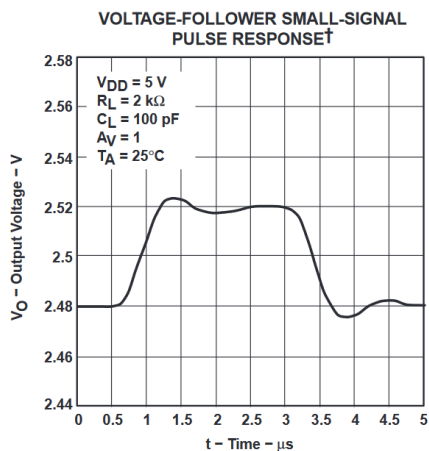

図 5-23.
- 負荷が参照される場所。負荷がいずれかのレールを基準としている場合、この条件は発生しません。歪みは、出力信号が負荷を基準としているポイントを通してスイングする場合にのみ発生します。図 5-23 に、2 つの $2\text{k}\Omega$ 負荷条件を示します。最初の負荷条件では、 $2\text{k}\Omega$ 負荷を 2.5V に接続した場合に観測される歪みを示しています。図 5-23 での 3 番目の負荷条件は、 0V に接続された $2\text{k}\Omega$ 負荷について、歪みはないことを示しています。
- 負荷抵抗。負荷抵抗が増加するにつれて、出力に見られる歪みは減少します。図 5-23 に、 $2\text{k}\Omega$ 負荷と $100\text{k}\Omega$ 負荷について、どちらも 2.5V に接続した場合の出力の違いを示します。